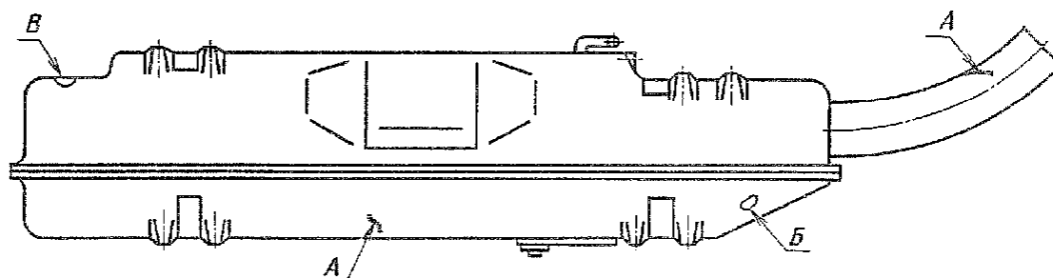

Рис. 229. Схема расположения дефектов топливного бака
1. Трещины *А* (рис. 229) в стенках бака и на заливной горловине.